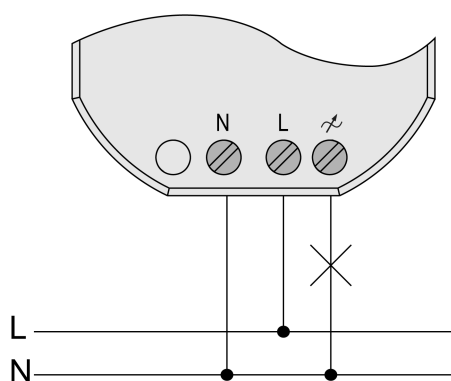

Bild 7: Anschluss der Last
- Last gemäß Anschlussbeispiel anschließen (siehe Bild 7).